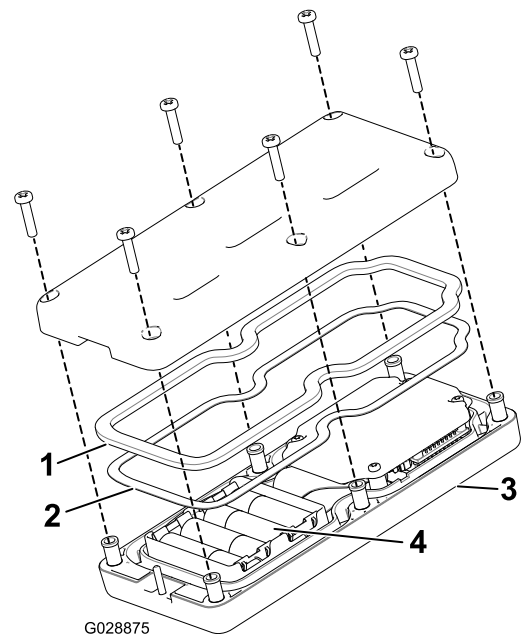

Figura 21
2. Montați bateriile în compartimentul acestora, respectând polaritatea corectă. Compartimentul este gravat cu marcaje privind polaritatea pentru fiecare bornă (Figura 21).
3. Asigurați-vă că garnitura din oel i cea din cauciuc sunt aezate în canalul telecomenzii portabile i puneți la loc capacul spate (Figura 21).
4. Fixați capacul cu 6 uruburi (Figura 21) i strângeți-le la un cuplu de 1,5-1,7 N·m.